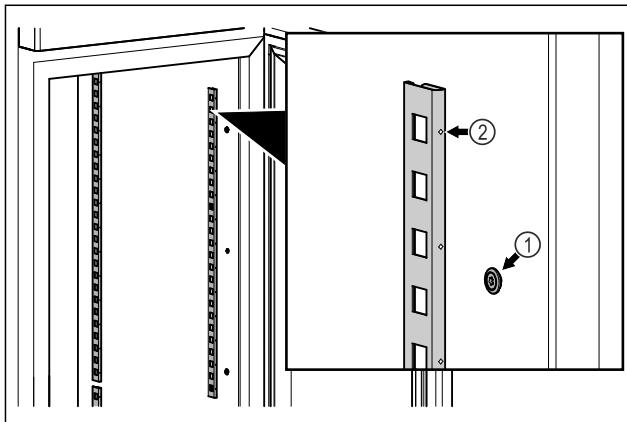

Fig. 85 Beispielhafte Darstellung
- Rastenleisten in Aufhängung Fig. 85 (1) einhaken.
Markierung Fig. 85 (2) muss nach vorne zeigen.